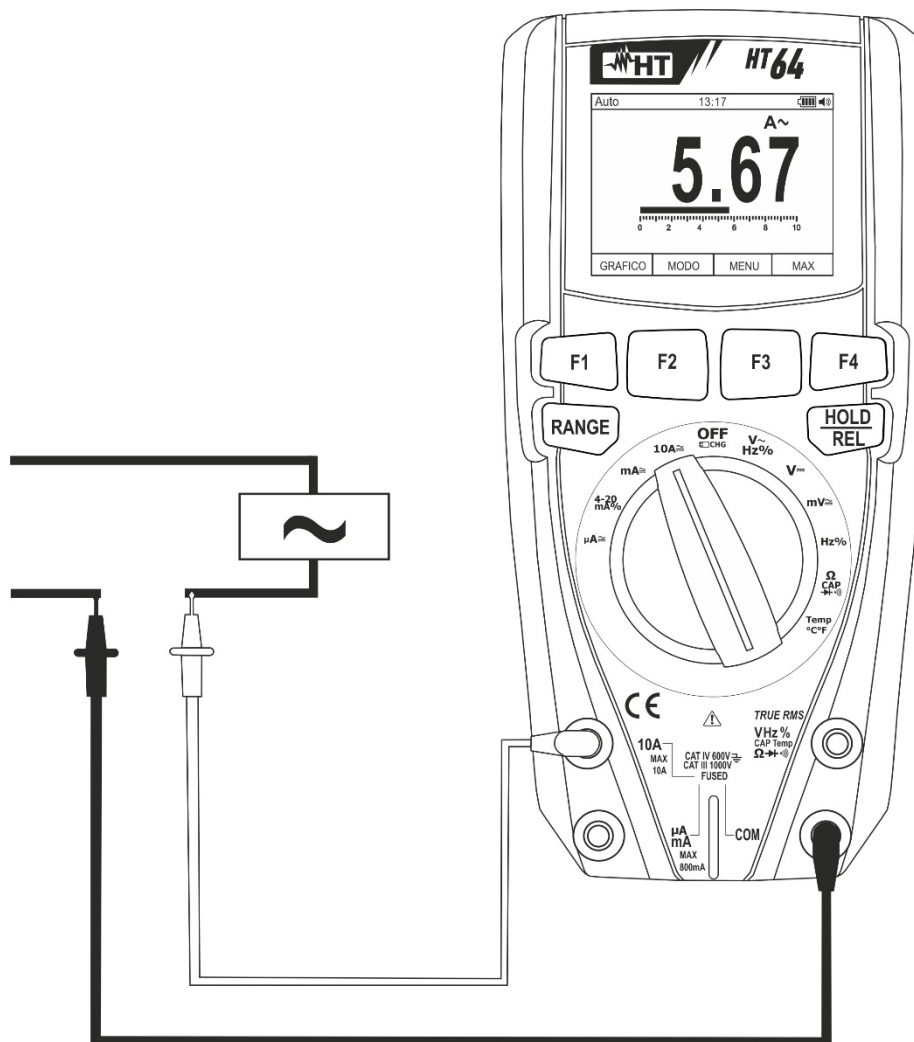

Abb. 30: Verwendung des Gerätes für Wechselstrommessung
5. Schalten Sie die rote und die schwarze Messleitung in Reihe mit dem Kreis, dessen Strom Sie messen möchten (siehe Fig. 30).